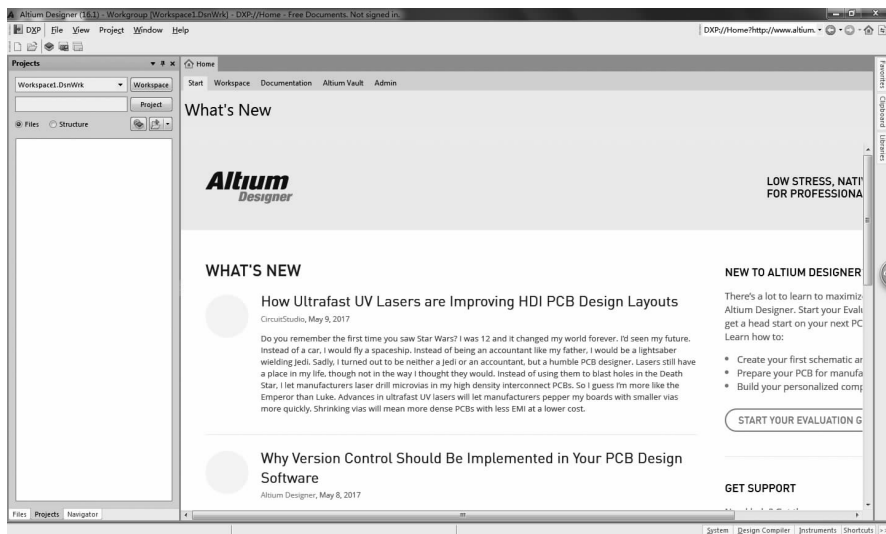

图 2-6 Altium Designer 16 初始界面
(1) 双击 Altium Designer 16 快捷图标,打开初始界面,如图 2-6 所示。